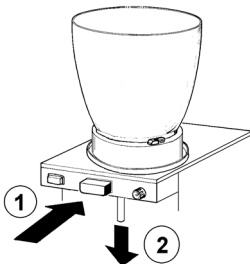

Bild 1
- 3 Betatigen Sie (1) die Taste des Hahns und entfernen Sie (2) das Gummiteil des Hahns aus seinem Sitz, indem Sie es nach unten ziehen (siehe Abbildung 1).